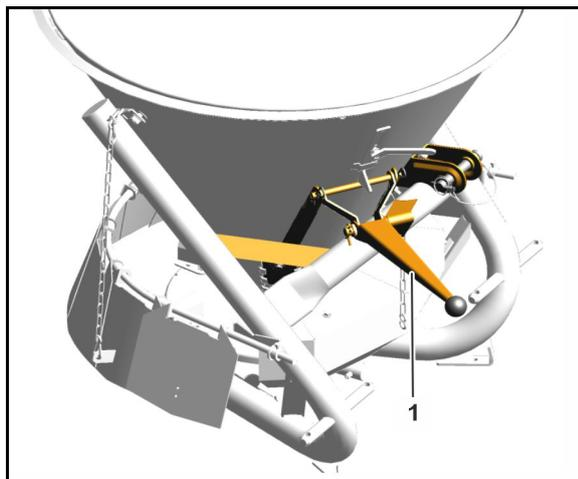

Fig. 10
- pour **fermer** la section d'ouverture, pivoter le levier (Fig. 10/1) à fond vers le haut.
- pour **ouvrir** la section d'ouverture, pivoter le levier (Fig. 10/1) vers le bas jusqu'en position de butée du réglage de débit.